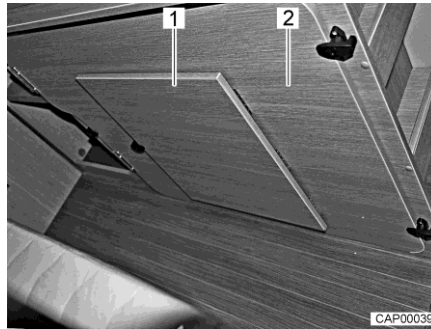

Bild 75 Stödplatta vid höger sänggram
- Ta dessutom upp stödplattan (Bild 75,2) från höger sänggram bak.
- Fäll ut fotstöd (Bild 75,1) på stödplattan.